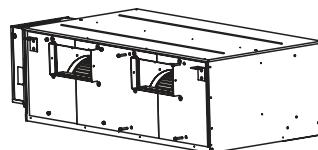

Рис. 10
- 4) Один человек поддерживает нижнюю часть узла двигателя вентилятора; другой фиксирует винты M8, чтобы узел был закреплен на передней панели (рис. 10).